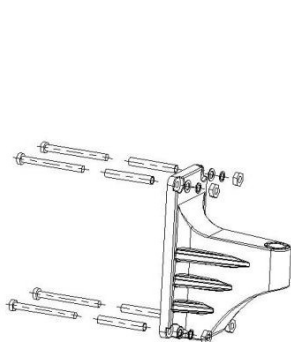

Fig.1
4. Monter beslaget med fire M8 skruer sammen med fjederskiver og skiver. (Fig.1)